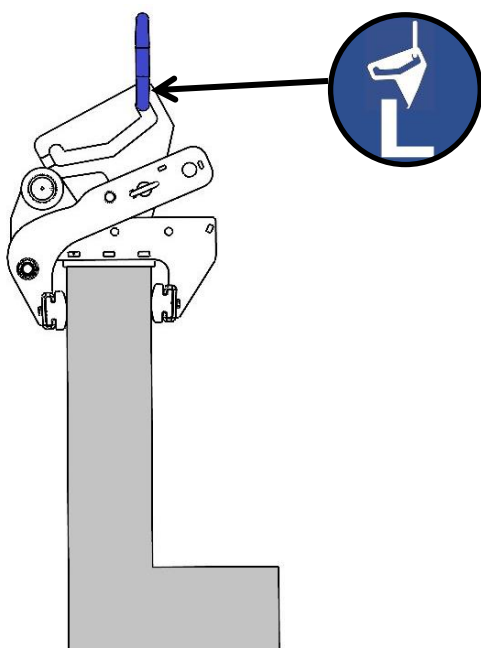

Abb. 1
Per cambiare il raggio di presa, prima rimuova il perno di bloccaggio (1) e poi estraiga il perno a spina (2) (→ fig. 1).
La maggior parte degli elementi di presa (pietre a L) con un baricentro decentrato può essere spostata verticalmente con il dispositivo (WEZ) (□ Fig. 1). Tuttavia, ci sono elementi con baricentro estremamente decentrato che non possono essere **regolati tramite la compensazione del baricentro**.